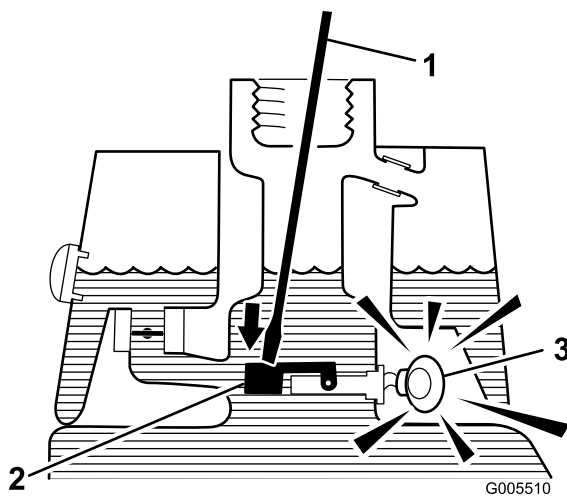

Figura 26
- Insira uma barra ou uma chave de parafusos no bocal do depósito e empurre com cuidado o comutador de bóia (Figura 26). O alarme deverá ser activado ao fim do período de desfasamento de um segundo.